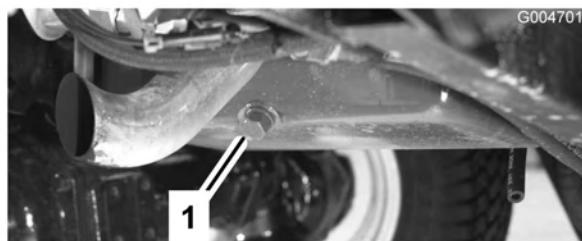

Figure 50
1. Enlevez un des bouchons de vidange (Figure 50) et laissez couler l'huile dans un bac de vidange. Remettez le bouchon quand la vidange est terminée.